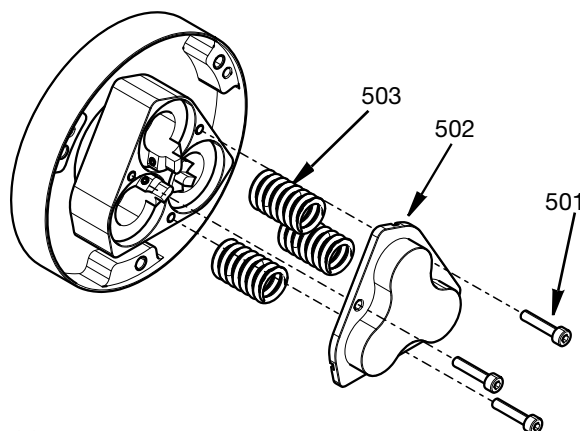

FIG. 32
13. Włożyć sprężyny (503) do tłoków, nałożyć pokrywę cylindra (502) na sprężyny i zamocować do obudowy cylindra za pomocą trzech śrub M4 (501). Dokręcić momentem 29,2 in-lb (3,3 N•m). Patrz FIG. 32.